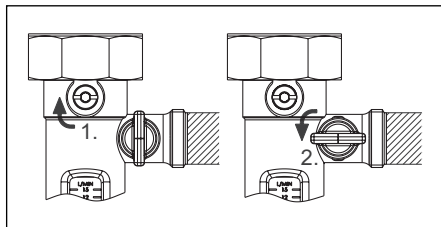

Fig. 6.16 Clapet ATS et robinet de vidange à tournant sphérique
3. Fermer le robinet à tournant sphérique supérieur du débitmètre en mettant la vis de réglage en position horizontale. Ouvrir le robinet à tournant sphérique latéral du débitmètre en le tournant de 90° vers la gauche (fig. 6.16).